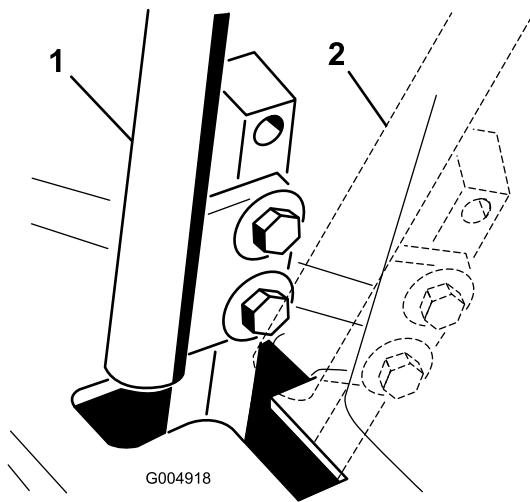

Figura 73
- Mueva la palanca de control a la posición de PUNTO MUERTO, pero **no a la posición de bloqueo** (Figura 73).
- Compruebe la posición de la palanca de control con relación a la muesca de la consola (Figura 73).